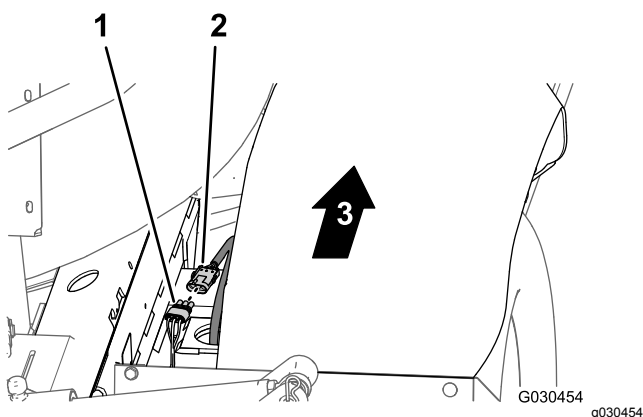

Bild 108
- Schließen Sie hinten an der Maschine (zwischen dem rechten Rahmenrohr und dem rechten Kotflügel) den 3-Stift-Stecker des Geschwindigkeitssensorkabelbaums am rechten hydraulischen Antriebsmotor vom 3-Buchsen-Stecker (nicht beschriftet) des hinteren Hauptkabelbaums an (Bild 108).